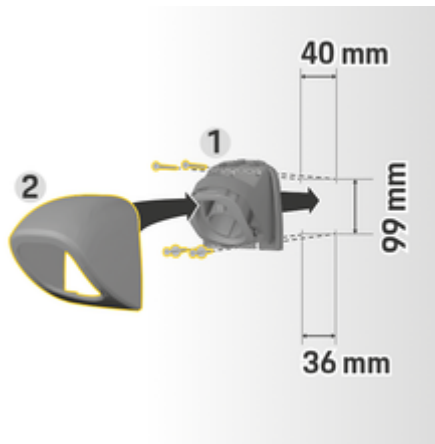

Рис. 5: Размеры под отверстия
1. Извлеките крепление соединителя **1** (Рис. 5) из кожуха **2** (Рис. 5).
4. Привинтите крепление для штекера **1** (Рис. 5) к стене.
5. Наденьте кожух **2** (Рис. 5) на крепление соединителя снизу **1** (Рис. 5) и прижмите его сверху.